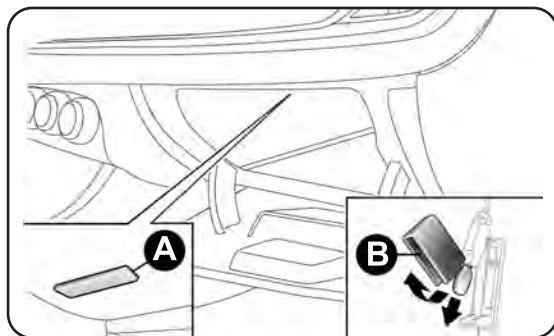

fig. 147
- abra la guantera y saque el plafón A-fig. 147;